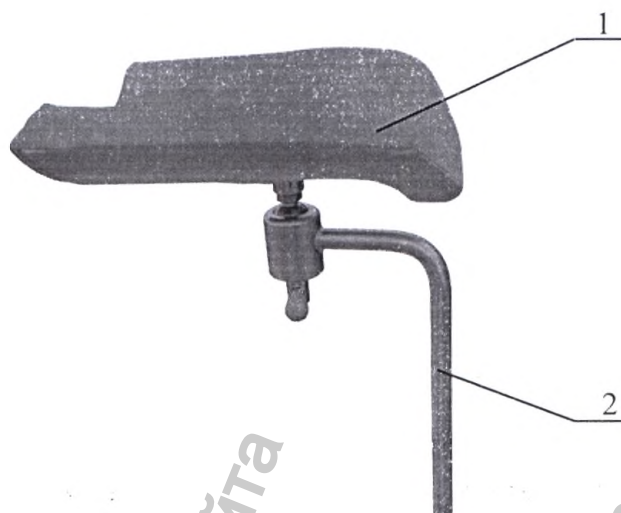

Рисунок 7. Чехол для держателя ноги по Гепелю.
7. Чехол для держателя ноги по Гепелю (Рисунок 7). Надевается на подушку держателя. Цвет материала чехла может быть выбран любой из цветовой карты предприятия.